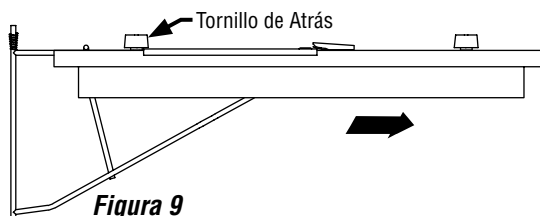

Figura 9
- 3** Presione la parte de adelante de la sujetadora hasta que este al nivel de la placa de arriba, luego tire hacia usted, como demostrado en **Figura 9**. La placa de arriba se va a deslizar bajo el tornillo de atrás para asegurar la sujetadora.